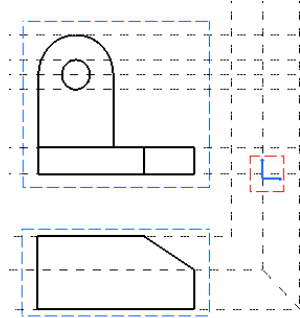

图 6-157
① 右键单击左视图，在弹出的快捷菜单中选择 Activate View (激活视图) 命令，折叠线消失。
② 依次右键单击每个非激活视图，并为每个视图选择 Show Folding Lines (显示折叠线) 命令。现在出现折叠线，如图 6-157 所示。